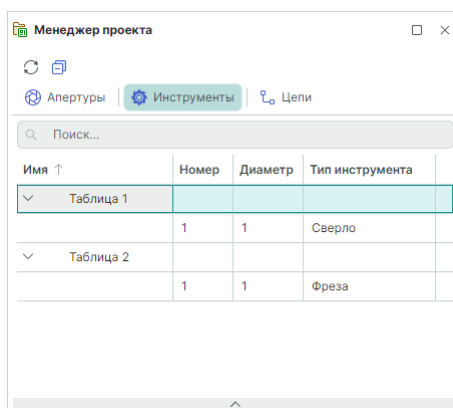

Рис. 35 Вкладка «Инструменты»
2. Вкладка «Инструменты» отображает инструменты мех. обработки, созданные в проекте производства, см. Рис. 35.